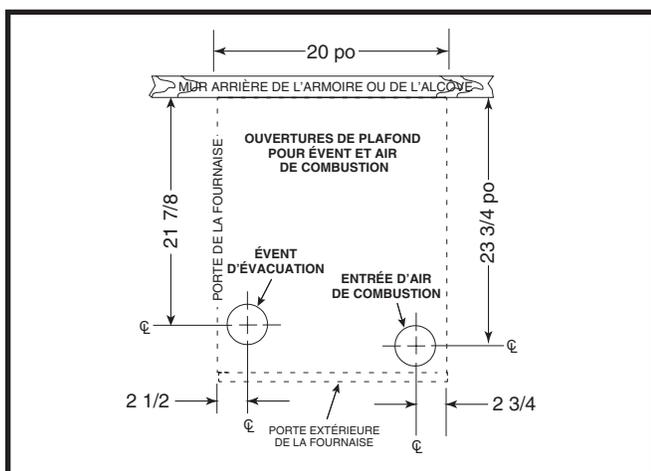

Figure 11. Dimensions de l'ouverture de plafond
- En utilisant les lignes centrales comme point de départ, tracez le reste du trou pour les conduites en fonction des dimensions montrées dans la Figure 11.